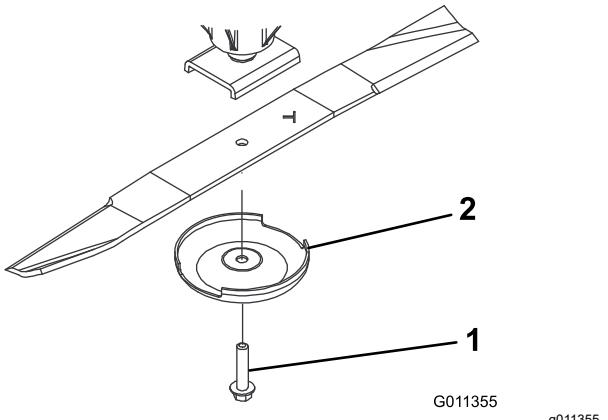

Figura 71
2. Afferrate l'estremità della lama con un cencio o un guanto bene imbottito. Togliete il bullone, la coppa antistrappo e la lama dall'asse del perno (Figura 71).
3. Montate la lama con la costa rivolta verso il piatto di taglio, servendovi della coppa antistrappo e del bullone della lama (Figura 71) Serrate il bullone della lama a $115\text{--}149\text{ N}\cdot\text{m}$.